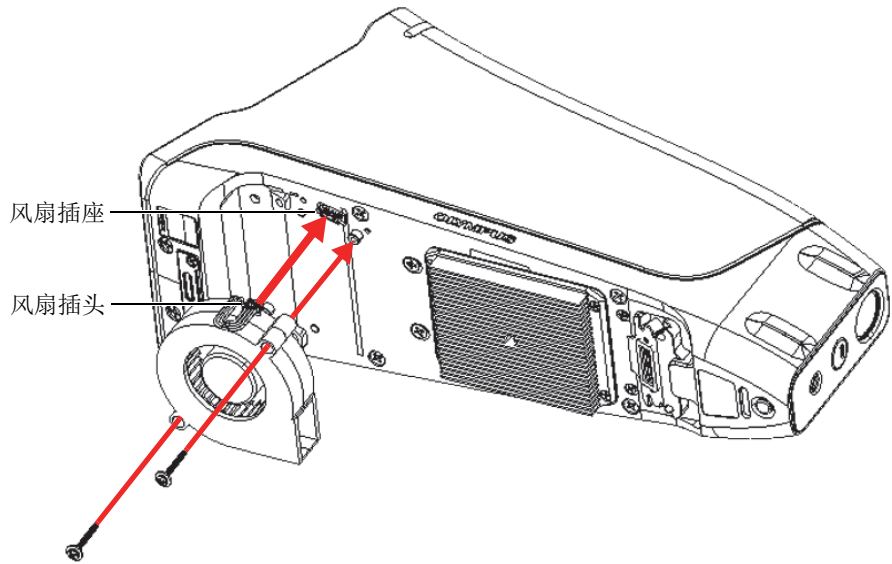

图 4-10 风扇的安装
4. 将内置风扇的电子插头与风扇插座对齐，并用力将其插入（参见第101页的图 4-10）。